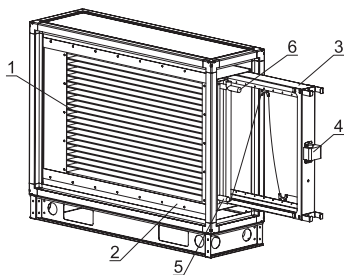

Рисунок 10
Водяной воздушнонагреватель (рис.10) предназначен для нагрева воздуха и представляет собой медно-алюминиевый теплообменник (1), поверхность нагрева которого образована пучком медных труб, оребренных пластинами из алюминиевой фольги. Температура теплоносителя не должна превышать $+130^{\circ}\text{C}$, рабочее давление – не более 12 атм. В качестве теплоносителя используется вода и незамерзающие смеси. Для защиты от замерзания теплообменника необходимо устанавливать датчик температуры воды обратного теплоносителя (на выпускном коллекторе) и капиллярный термостат (4) (поставляются в комплекте с щитом управления). Капиллярный термостат необходимо устанавливать на специальную рамку (3), располагаемую после теплообменника по ходу движения воздуха. Для этого необходимо демонтировать съёмную панель, извлечь рамку и растянуть трубку термостата по её сечению. Нагреватель можно извлечь, потянув его на себя по направляющим (2). Для слива теплоносителя и выпуска воздуха из контура теплообменника можно использовать заглушки на патрубках (5) и (6).